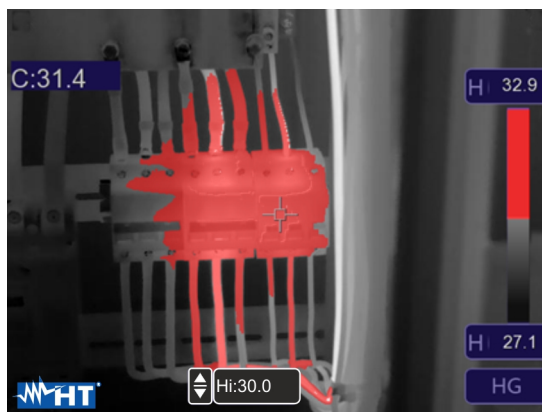

Fig. 37: Selezione isoterma Allarme sopra Temp.
- Toccare il campo "Hi" nella parte bassa del display e usare i tasti freccia ▲ o ▼ per impostare il valore della soglia di temperatura **massima** oltre il quale lo strumento mostra i punti dell'immagine in colore rosso e in grigio i restanti punti (vedere Fig. 37)